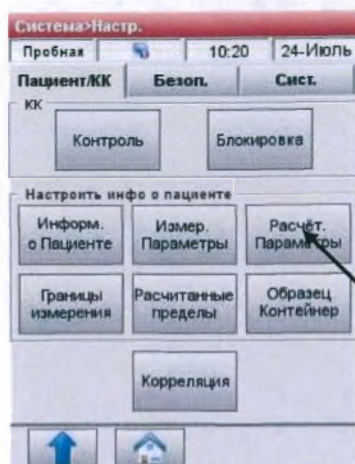

Рис.3-28 Расчетные параметры
2. В таблице **<Пациент/КК>** нажмите **<Расчетные параметры>** (Рис.3-28).